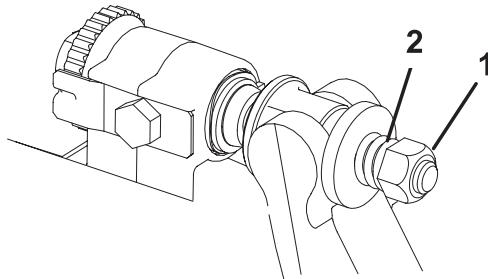

**Bild 23**
- Nehmen Sie jede Schraube des Untermesserträgers ab, damit der Untermesserträger nach unten gezogen und von der Maschine entfernt werden kann (Bild 22). Bewahren Sie die beiden Nylon- und die beiden Scheiben aus gestanzten Stahl an jedem Ende des Untermessers auf (Bild 23).
- Befestigen Sie den Untermesserträger mit den Untermesserträgerschrauben (Muttern an den Schrauben) und den sechs Scheiben an jeder Seitenplatte. Legen Sie eine Nylonscheibe an jede Seite des Seitenplattenansatzes. Legen Sie eine Stahlscheibe außen auf jede Nylonscheibe (Bild 23). Ziehen Sie die Schrauben des Untermesserträgers auf 37–45 Nm an. Ziehen Sie die Sicherungsmuttern an, bis sich die Stahlscheibe außen nicht mehr dreht und kein Spiel am Ende vorhanden ist, ziehen Sie jedoch nicht zu stark an oder verbiegen Sie die Seitenplatten. Die Scheiben innen können einen Abstand aufweisen.